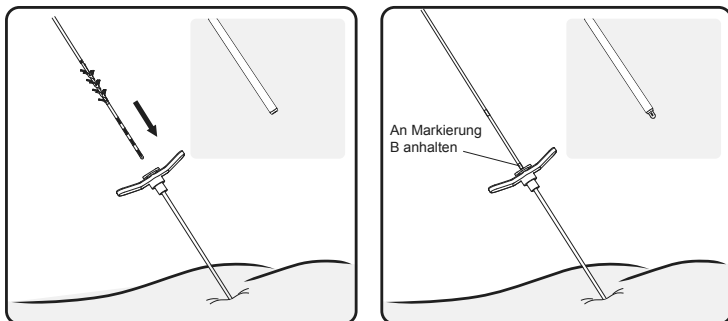

Abbildung 13. Die Elektrode durch die Einführhülle einführen.
8. Die Verankerungselektrode (mit Stylet) vorsichtig in die Einführhülse einführen, bis die visuelle Markierung B an der Verankerungselektrode mit der Oberseite des Einführhülsegriffs ausgerichtet ist. Fluoroskopisch bestätigen, dass alle Elektroden der Elektrode proximal zur distalen Spitze der Hülse liegen (**Abbildung 13**).